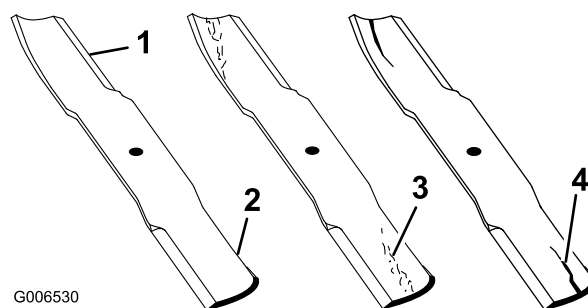

Figura 84
1. Controllate i taglienti (Figura 84). Se i taglienti non sono affilati o mostrano delle tacche, togliete le lame e affilatele. Vedere Affilatura delle lame.
2. Controllate le lame, in particolare l'area curva (Figura 84). In caso di danni, usura o scanalature nell'area (Figura 84), montate immediatamente una nuova lama.